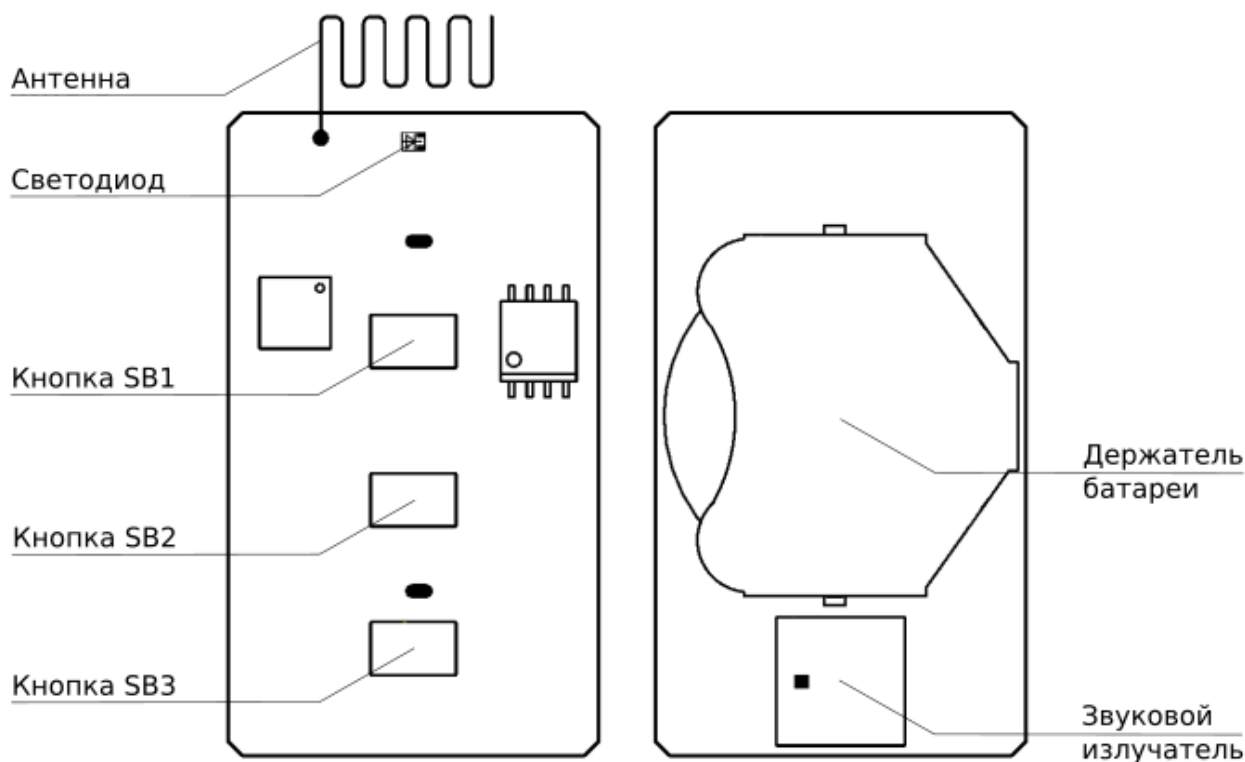

Рисунок 2.2 Расположение элементов на плате
На плате брелока располагается элемент питания, органы управления прибором и индикации (см. Рисунок 2.2):
- Отключите источник питания и зажмите кнопку SB1 «Взятие» на плате устройства (см. Рисунок 2.2) до полной разрядки конденсаторов (5-10 с);